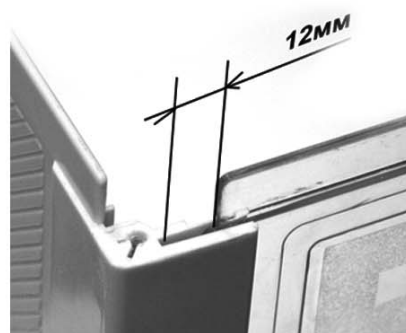

Рис.4
1. Сборка коробки. Собрать панели (см. рис.1), передняя (прозрачная) и задняя панели вставляются в прорези боковых панелей. Обратите внимание на то, чтобы гребни на панелях находились сверху (см. рис.2). Соединение передней и задней панели с боковой (см. рис.3). При сборке будьте осторожны- устанавливайте панели аккуратно, не прилагая больших усилий. В конечном положении край гребня передней и задней панели отстоит от начала прорези на боковой панели на 12мм (см. рис. 4).